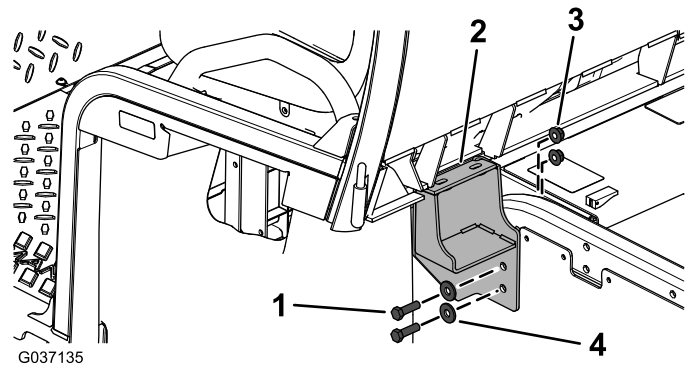

Рисунок 7
- Прикрепите, не затягивая, левую и правую опоры кабины к машине, используя болты с шестигранными головками (¾ x 1¼ дюйма), шайбы (¾ дюйма) и фланцевые гайки (¾ дюйма), как показано на Рисунок 7.
7. Закрепите левую и правую опоры и затяните болты с моментом 58 Н·м, как показано на Рисунок 7.